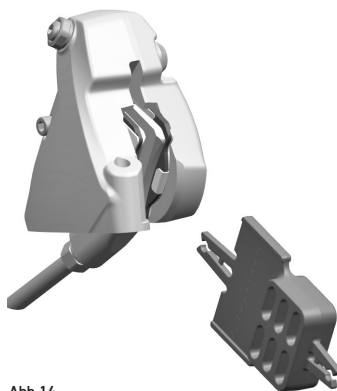
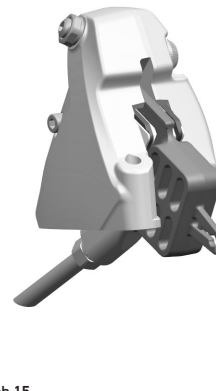

Abb.14
Abb.15
• Vergewissern Sie sich, falls Sie die Räder vom Fahrrad abmontieren müssen, dass Sie das Werkzeug für den Transport (**Abb. 14/Abb. 15**) eingesetzt haben, das bei einer zufälligen Betätigung der Bremshebel, die Annäherung der Bremsbeläge und damit das Einsetzen der Scheibe verhindert.